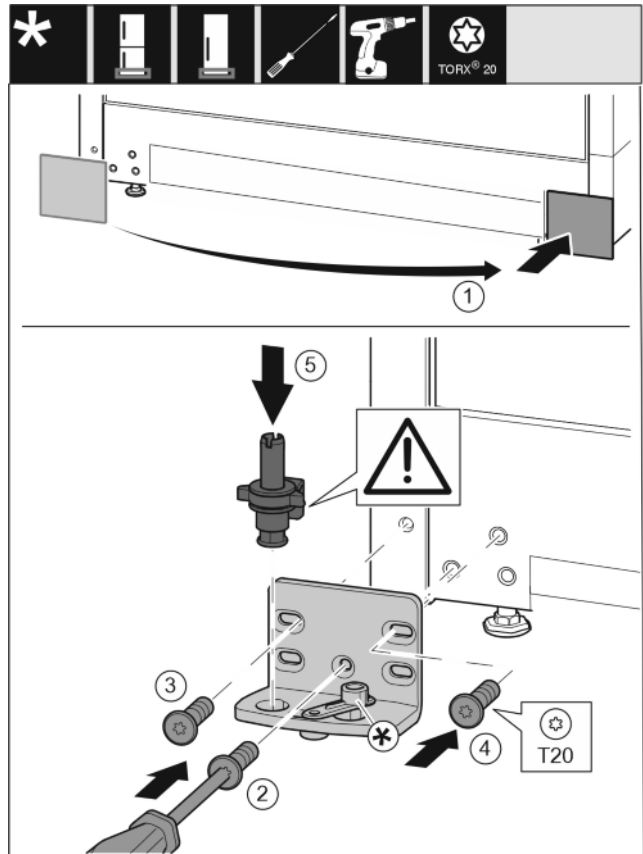

Fig. 15
- ▶ Abdeckung abnehmen und auf der anderen Seite anbringen. Fig. 15 (1)
- ▶ Lagerbock auf der anderen Seite ansetzen und mit Hilfe eines Schraubendrehers T20 anschrauben. Mit Schraube 2 unten in der Mitte beginnen. Fig. 15 (2)
- ▶ Schraube 3 und 4 festschrauben. Fig. 15 (3,4)
- ▶ Lagerbolzen komplett einsetzen. Dabei darauf achten, dass der Rastnocken nach hinten zeigt. Fig. 15 (5)